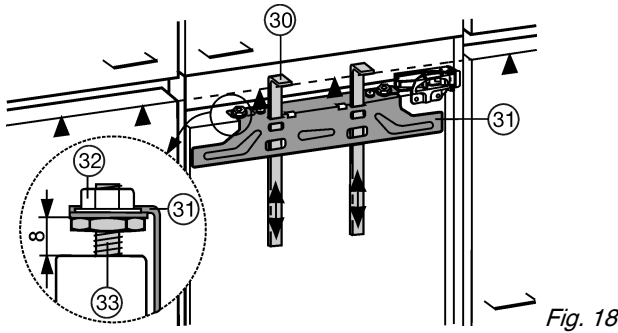

Fig. 18
Les gabarits de montage Fig. 18 (30) sont nécessaires pour les deux portes. Par conséquent, monter les portes du meuble l'une après l'autre.
- ▶ Pousser les gabarits de montage Fig. 18 (30) vers le haut à hauteur de porte du meuble. Arête inférieure ▲ du gabarit de montage = arête supérieure de la porte de meuble à monter.